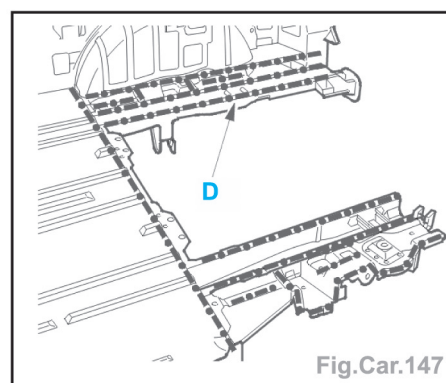

Fig.Car.147
- Préparer les bords d'accostage, protéger les bords par un apprêt soudable ainsi que sur les pièces neuves (opération symétrique suivant **D**) (Fig.Car.147).